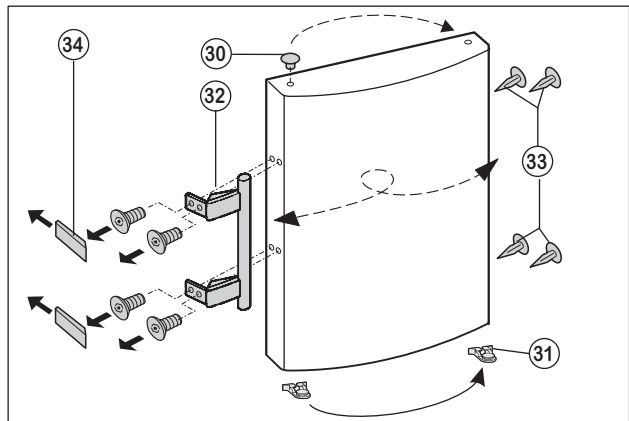

Fig. 4
- Retirez le tampon fig 4 (30) de la bague du palier de la porte vers le haut et posez-le.
- Retirez le tampon fig 4 (30) de la bague du palier de la porte vers le bas et posez-le.
- Déclipsez le serre-joint à ressort fig. 4 (31) de la porte du réfrigérateur et placez-le sur le nouveau côté de la charnière.
- Démontez les poignées de porte fig. 4 (32), tampons fig. 4 (33) et plaques de pression fig. 4 (34) lorsque la porte est ouverte.